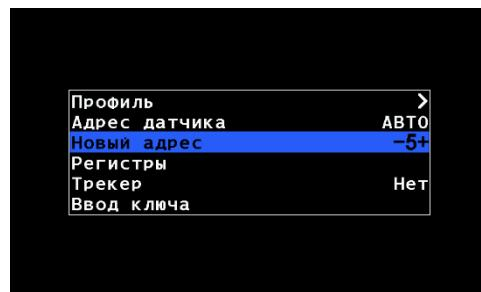

Рисунок 36
10. Кнопками  «Вверх» и  «Вниз» выбрать пункт «Адрес датчика» и кнопками  «Плюс» и  «Минус» задать текущий программный адрес подключенного датчика (см. «Рисунок 36») или выбрать «АВТО», если адрес неизвестен.
11. Кнопками  «Вверх» и  «Вниз» выбрать пункт «Новый адрес» и кнопками  «Плюс» и  «Минус» задать новый программный адрес (см. «Рисунок 36»). После этого нажать кнопку  «Меню». В результате удачного переименования на экран будет выведено сообщение - «Выполнено».